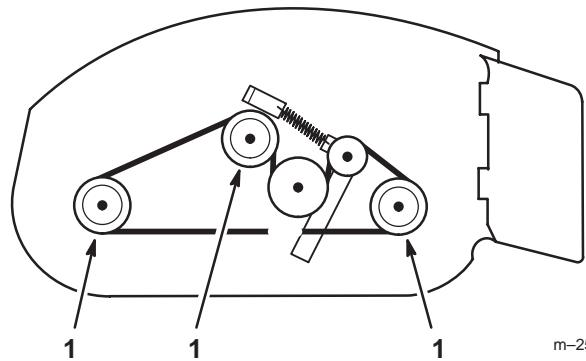

Bild 21
1. Fetten Sie die Schmiernippel an den drei Spindelscheibenlagern ein (Bild 21).